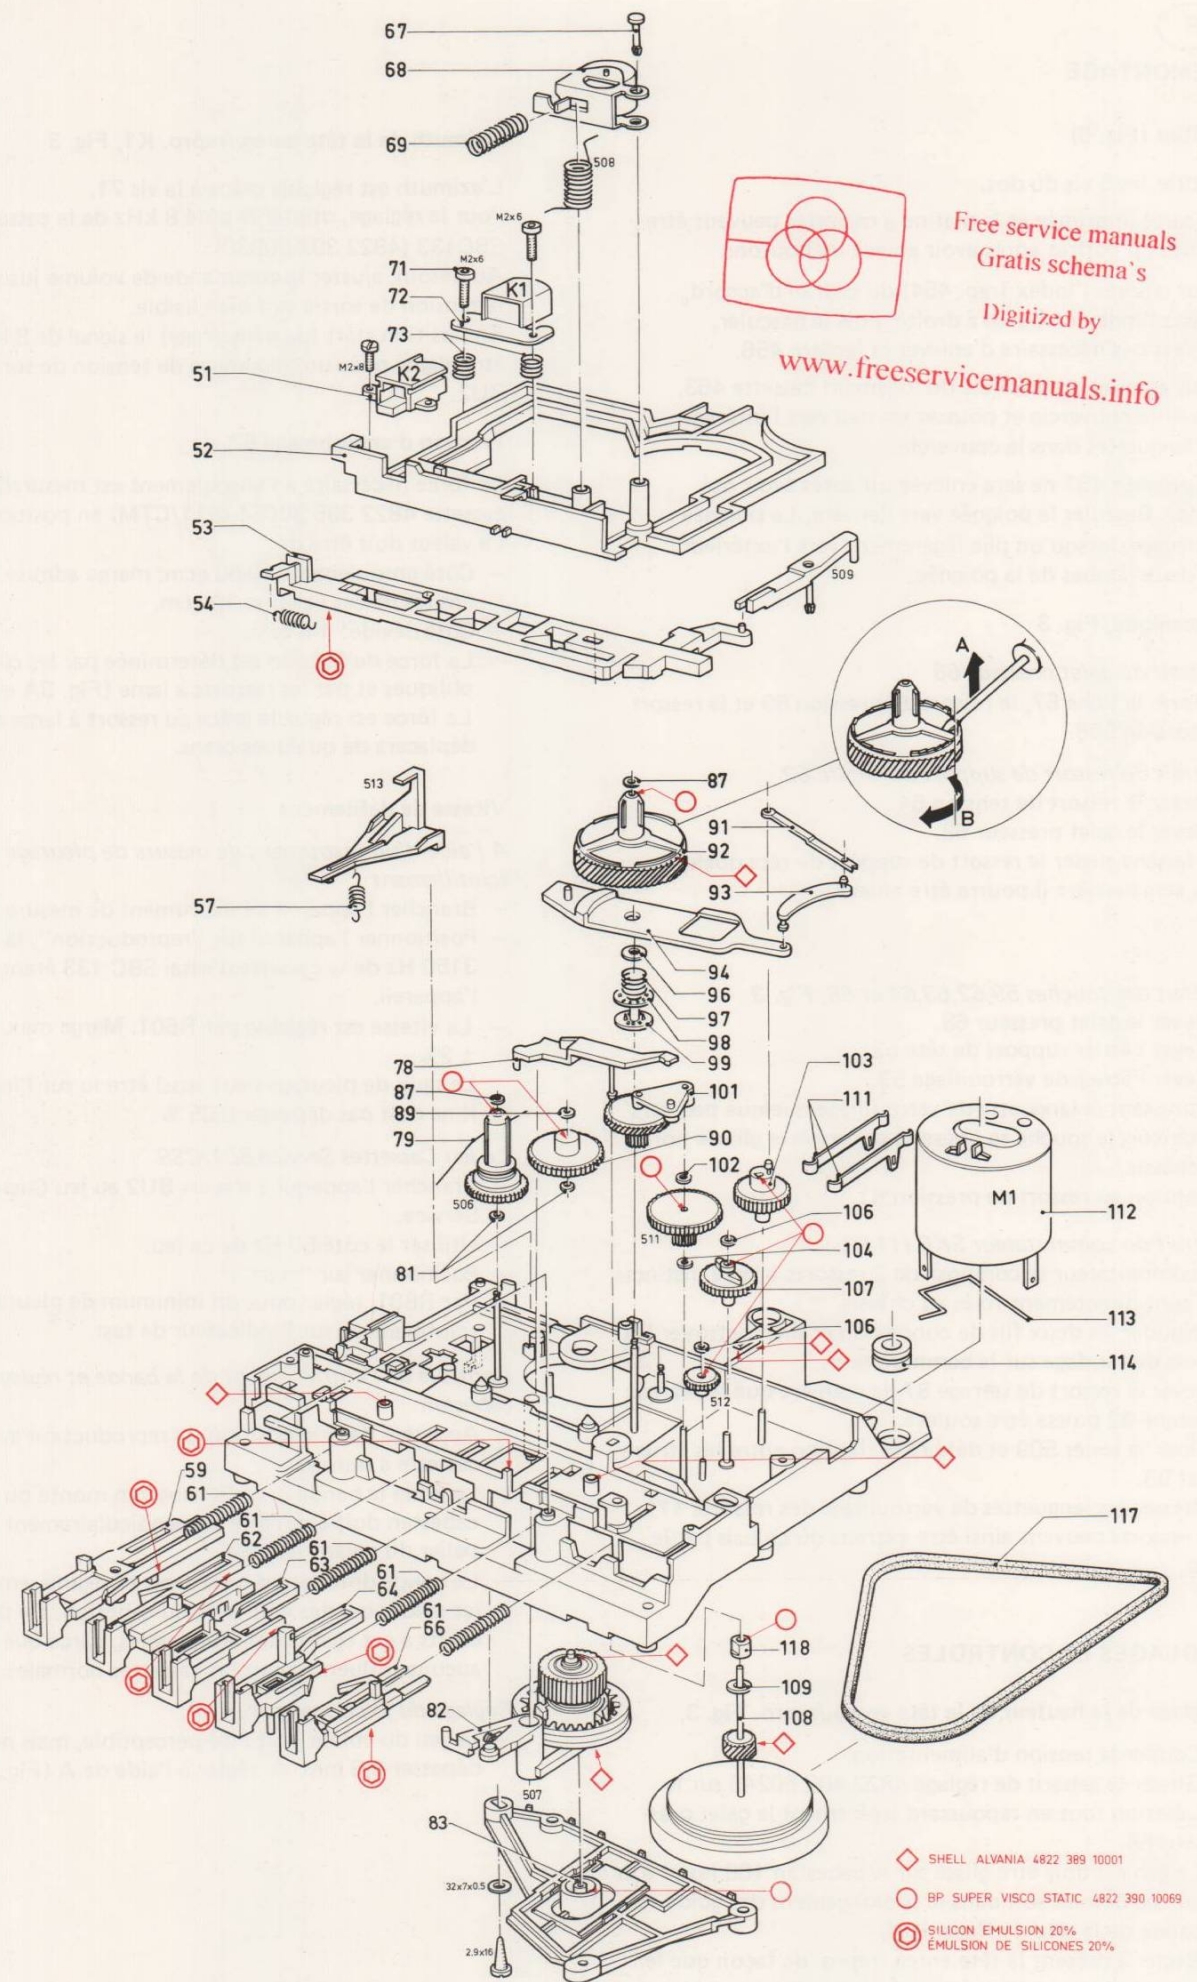
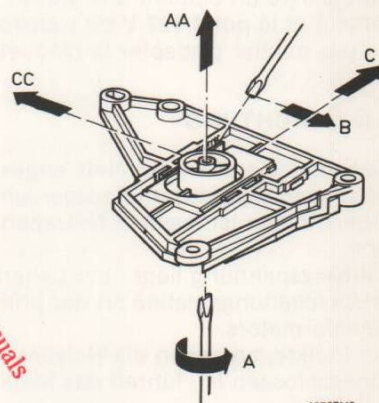

Fig. 3
Fig. 5
- Refer to exploded view, Fig. 3
Azimuthinstelling o/w kop K1 Fig. 3 De azimuth wordt ingesteld met de schroef 71. Voor instelling kan het 8 kHz deel van de cassette SBC 133 gebruikt worden (4822 397 30039). Indien nodig de volumeregeling bijregelen tot de uitgangsspanning goed afleesbaar is. In de positie start moet het 8 kHz signaal op maximum uitgangsspanning op BU2 afgeregeld worden. Opspeelfrictie 92 De frictiekracht kan worden gemeten met de frictiemeet-cassette 4822 395 30054 (811/CTM) in positie "start". De meetwaarde moet zijn: – Opspoelzijde 40-60 gcm. Toegestane variatie binnen deze waarden 10 gcm. – Afspoelzijde 4-6 gcm. – De friktiekracht wordt bepaald door de schuin oplopende kanten en bladveren, Fig. 3A en B. De kracht is instelbaar door de bladveer een aantal nokken te verplaatsen. Bandsnelheid Met wow en flutter meter – Sluit het apparaat aan op de wow- en fluttermeter (BU2). – Apparaat in stand "weergave" met het 3150 Hz deel van testcassette SBC 133. – Met R601 kan de snelheid worden afgesteld. Maximaal toelaatbare afwijking ± 2%. – Tevens kan op deze meter de jengelwaarde worden afgelezen. Deze mag maximaal 0,35 % bedragen. Met cassette service set 801/CSS – Sluit het apparaat via BU2 aan op de cassette service set. – Gebruik de 50 Hz zijde uit de cassette service set. – Zet het apparaat in pos. start. – Regel met R601 de zweving van de test indikator op minimum. Kontrolle van de bandloop en toonasinstelling – Apparaat in stand weergave met de spiegelcassette. – Wanneer de band bij de toonas naar boven of naar beneden gaat moet de toonas loodrecht worden ingesteld op het vliegwieltaatslager (B, Fig. 5) – De band moet recht en gestroomlijnd tussen de bandgeleiders en langs de toonas lopen. Kleine afwijkingen in dit patroon zijn toelaatbaar, omdat dit bij normale cassettes geen invloed heeft. Instelling van de vliegwielspeling – De vliegwielspeling moet voelbaar zijn maar mag niet meer dan 0,3 mm bedragen. Instellen door A te verdraaien (Fig. 5).
Piastra del registratore, Fig. 3
Smontaggio dei pulsanti 59,62,63,64,66, Fig. 3
Regolazione dell'altezza della testina di reg/rip K1, Fig. 3
Regolazione dell'azimuth della testina di reg/rip K1, Fig. 3
- Quando il nastro sul capstan si muove o verso l'alto o verso il basso, regolare il capstan affinché sia perpendicolare per mezzo della B sulla bussola per perno del volano B (Fig. 5).
- Il gioco deve essere visibile ma non deve superare i 0,3 mm. Regolare ruotando A (Fig. 5).